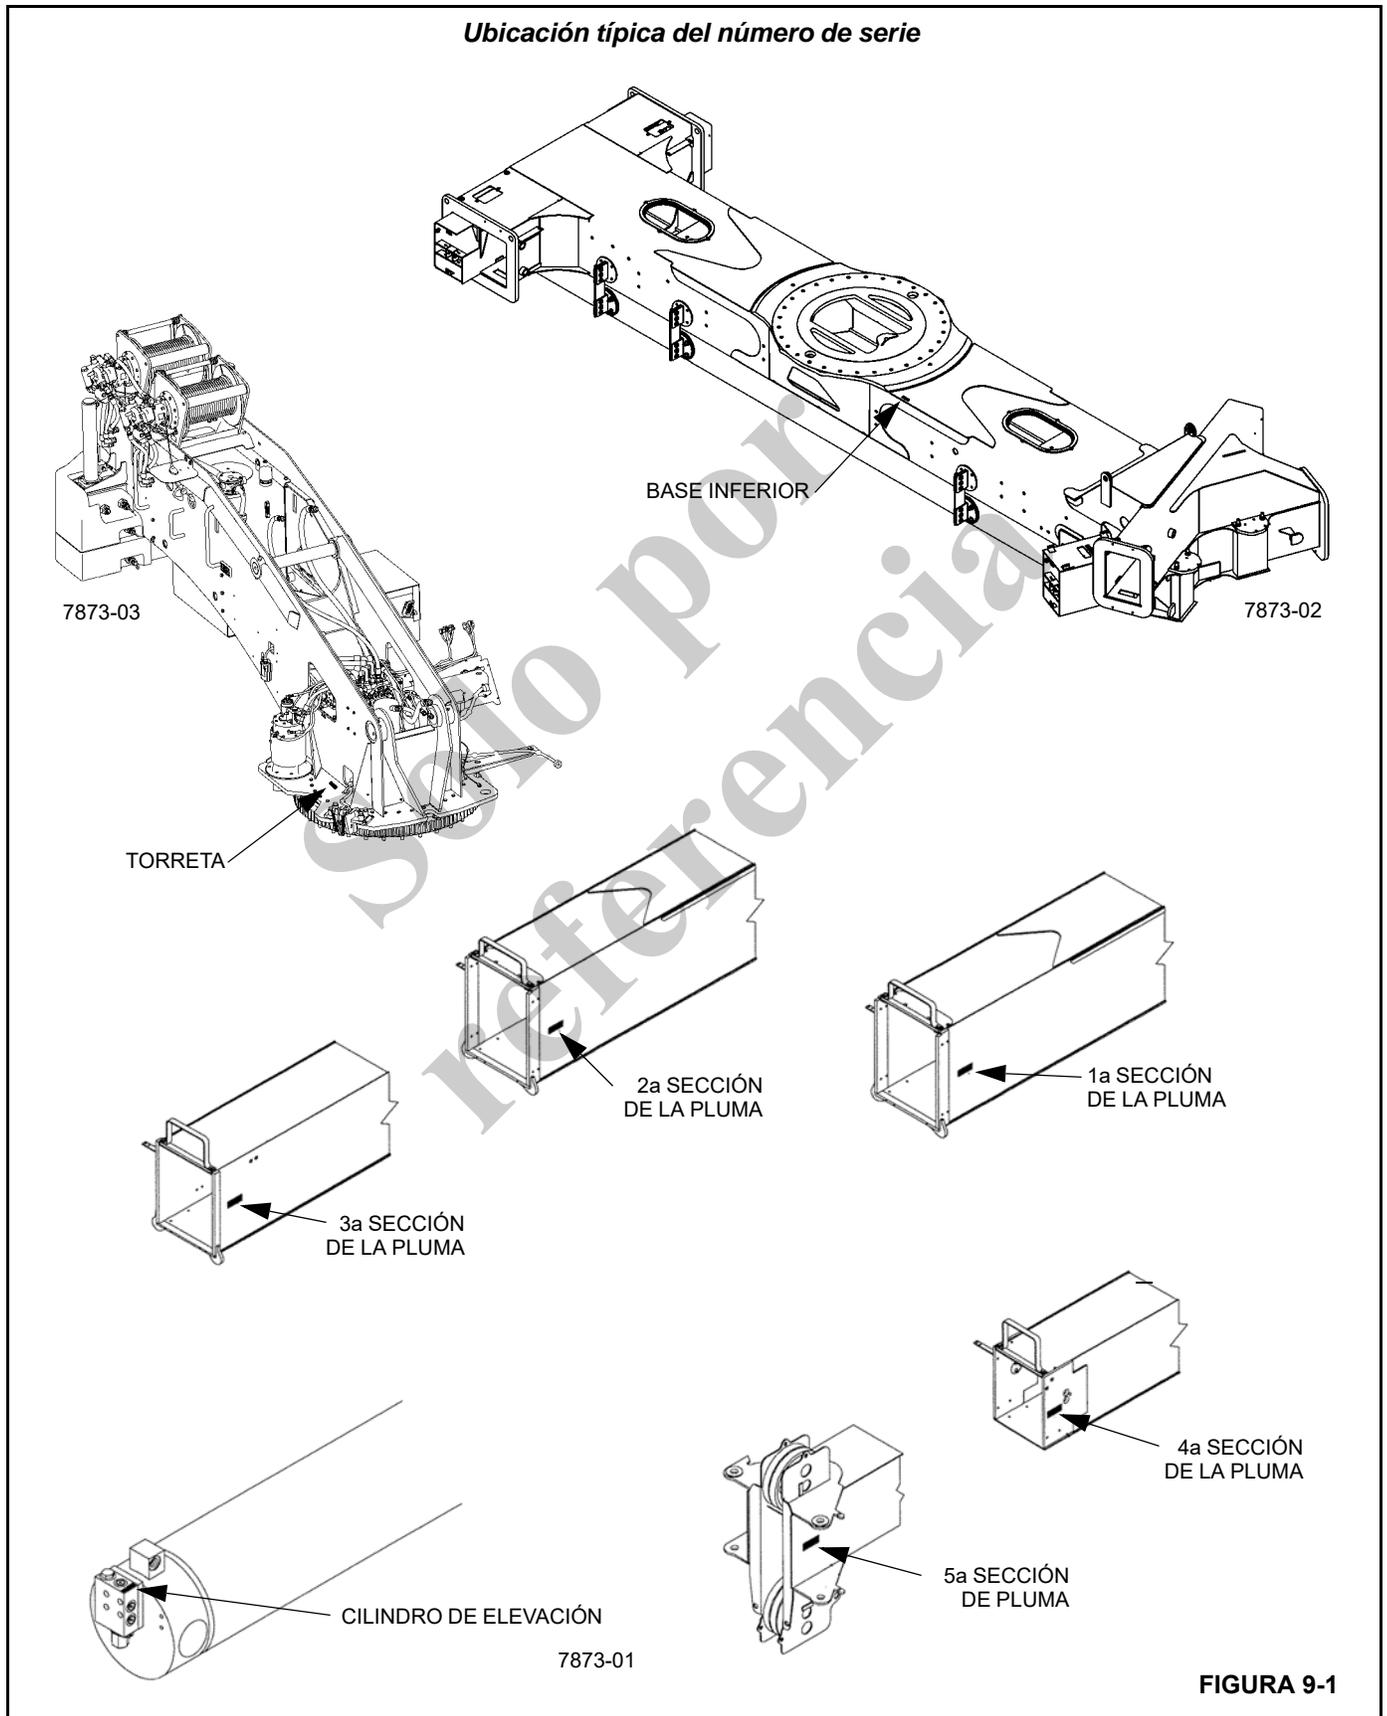

FIGURA 9-1
7. **Identificación del número de serie.** La Figura 9-1 muestra las ubicaciones típicas de las chapas de identificación de números de serie fijadas a los componentes principales de la grúa.